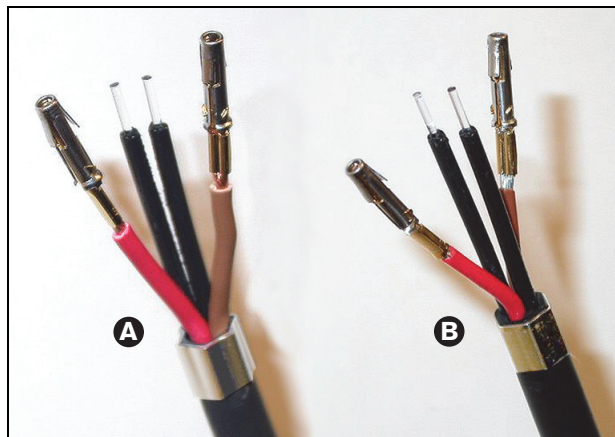

figura 30.20: Fibras ópticas descarnadas
- 18 Repita os passos 16 e 17 para a outra fibra no cabo. Consulte na figura 30.20 o resultado desta parte do procedimento de instalação do conector de cabo.